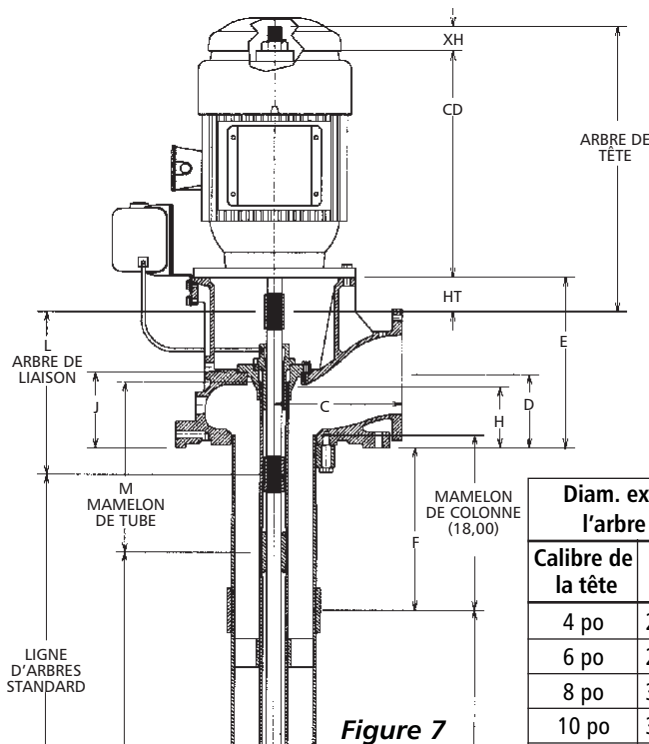

Figure 7
- Répéter les étapes précédentes pour chaque tube de colonne. Placer un centreur de tube protecteur (658) à tous les 40 pi. Le dernier centreur ne devrait pas être à plus de 40 pi de la tête de refoulement. Lubrifier le tube protecteur à l'eau savonneuse pour faciliter la pose du centreur.
- Achever le montage des tubes de colonne de refoulement selon la profondeur prévue, sans toutefois poser le mamelon de colonne (631) ni le mamelon de tube protecteur (629), s'il est fourni.
- Poser l'arbre de liaison (l'arbre supérieur) et son manchon sur le dernier tronçon de ligne d'arbres. Si les mamelons de colonne et de tube protecteur viennent avec la pompe, les visser en place par l'about fileté le plus court, puis visser la bague de blocage (639) à fond sur l'about supérieur du mamelon de colonne. (Voir fig. 7 et table.)
2. Dans le cas des colonnes à brides, s'assurer que la bride de colonne (637) supérieure est fixée solidement à la tête de refoulement. Pour ce faire, vérifier et serrer les vis d'assemblage (ou à tête à six pans creux) progressivement et par paires opposées.
5. S'il s'agit d'une colonne à mamelon (631) sans tube protecteur d'arbres, visser la tête de refoulement au mamelon jusqu'à ce que l'écart entre le sommet de l'arbre de liaison et le dessous de la bride de fixation de la machine d'entraînement égale la dimension HT pertinente (fig. 7 et table). Si la colonne à mamelon est munie d'un tube protecteur, visser
Si la profondeur est de moins de 100 pi, serrer l'écrou de traction jusqu'à la fente de blocage le plus proche. S'assurer que la dimension HT est correcte (fig. 7).